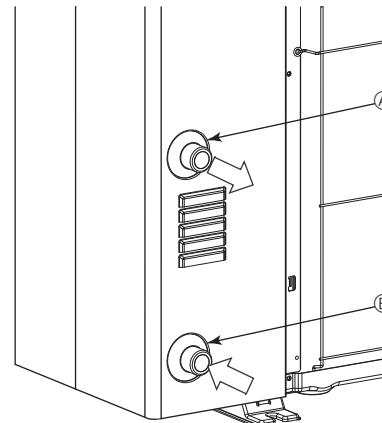

Fig. 5-1
## 5.1. Соединение водопроводных труб (Fig. 5-1)
- Положение входных и выходных труб показано на рисунке Fig. 5-1.
[Fig. 5-1]